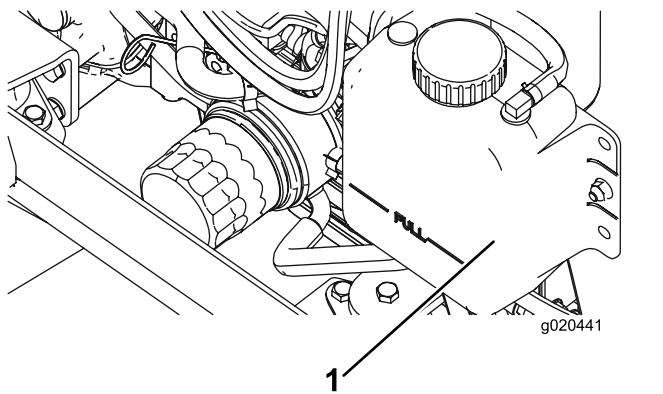

Figura 96
1. Retire cuidadosamente el tapón del radiador y el tapón del depósito de expansión (Figura 96).